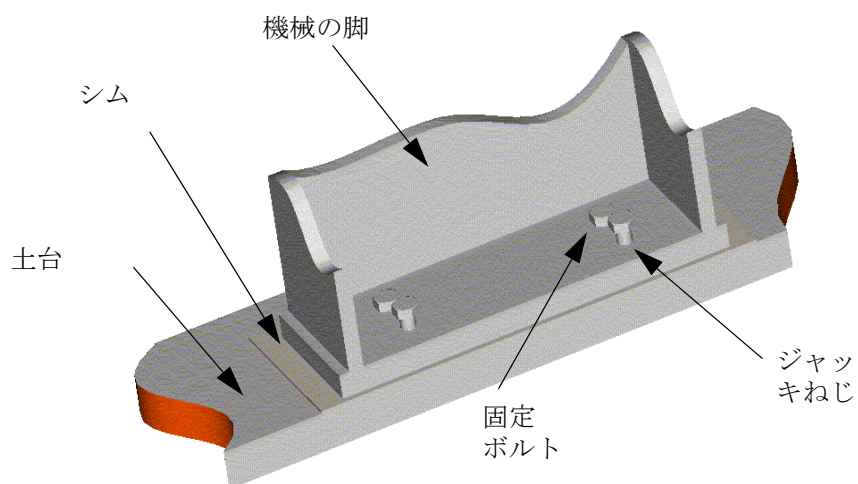

図 3-3 機械の脚の垂直方向位置
アライメントを容易にし、シムの取り付けを可能にするため、ジャッキねじを機械の脚部に取り付けます。図 3-3 機械の脚の垂直方向位置を参照してください。機械を、ジャッキねじの上に立ったままにします。機械は、0.1 mm (4.0 ミル) 以上の水平精度の場所に、4 本すべての脚 (ねじ) で立っている必要があります。そのようなになっていない場合、機械がねじれたり曲がったりして、ベアリングや他の損傷を引き起こすことがあります。
5. ジャッキねじを回転させるか、油圧ジャッキで上げて、機械を垂直方向に調整します。垂直面のアラインメントを容易にするため、水平置き機械の脚にジャッキねじを取り付けます。図 3-3 機械の脚の垂直方向位置を参照してください。機械のアラインメント精度は、このフレームの熱膨張によって影響を受けることがあります。第 3.6.4 章熱膨張の補正を参照してください。